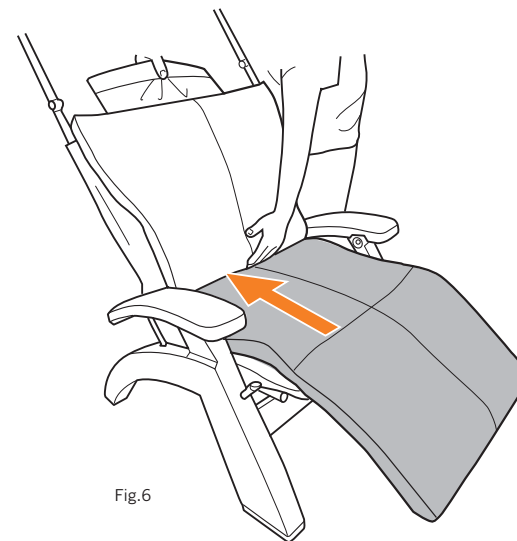

Fig.6
2. Soulevez le coussin corporel pour détacher les fixations autoagrippantes, tirez-le fermement vers le siège, puis appuyez fermement sur le siège et la région des jambes pour le fixer (Fig.6).